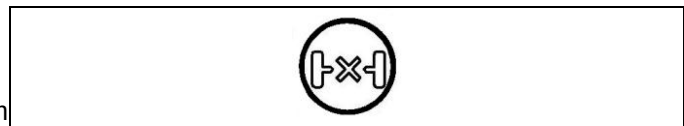

Abb. 5-100
- Die Differentialsperre ist eingeschaltet und auf dem Armaturenbrett leuchtet die Kontroll-Leuchte "Differentialsperre" (Abb. 5-100).